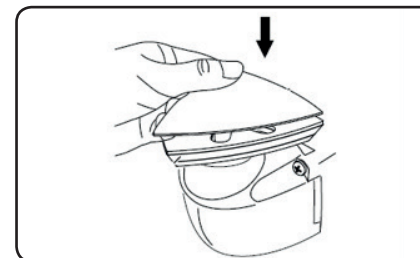

Abb.9
- Im Falle der Anwendung der Delta-Schleifplatte setzen Sie auf diese das gleich orientierte Schleifpapier mit Klettverschluss und Körnung je nach Anwendungsart (siehe nachstehender Absatz Anwendungsart) und nach dem Aufsetzen drücken Sie das Schleifpapier fest an die Platte an, damit es gut befestigt ist, siehe Abb.9.